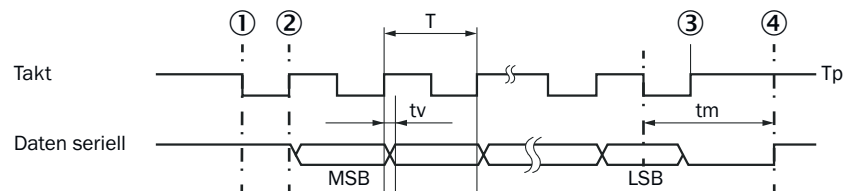

Abbildung 2: Impulsdiagramm der Datenübertragung
- Mit der ersten High-Low-Flanke (Zeitpunkt 1 im Impulsdiagramm – siehe Abbildung 2, Seite 5) wird der Positionswert in das Ausgaberegister geladen.
- Mit der ersten Low-High-Flanke (Zeitpunkt 2 – siehe Abbildung 2, Seite 5) wird das höchstwertige Bit des Positions-Wertes an den SSI-Master übertragen.
- Wurde von dem SSI-Master das niederwertigste Bit empfangen, unterbricht er die Taktfolge (Zeitpunkt 3 – siehe Abbildung 2, Seite 5).
- Nach der Zeit »tm« (Zeitpunkt 4 – siehe Abbildung 2, Seite 5) werden Encoder-intern wieder kontinuierlich neue Positionswerte in das Ausgabe-Register geladen.